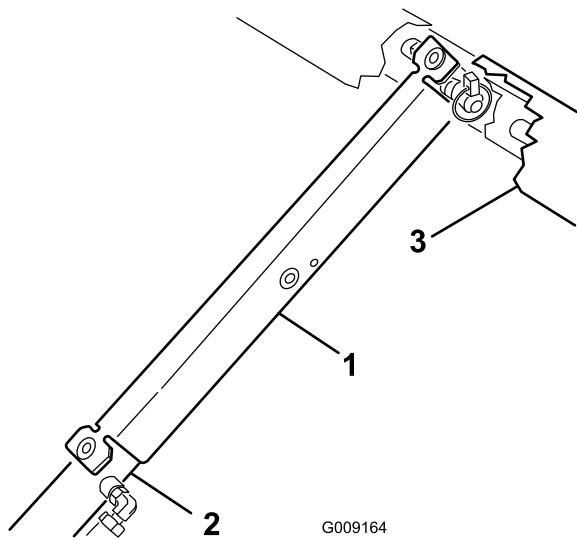

Figura 13
3. Introduza o apoio de segurança na haste do cilindro, assegurando que as linguetas se encostam à extremidade do cilindro e da haste do cilindro (Figura 13).